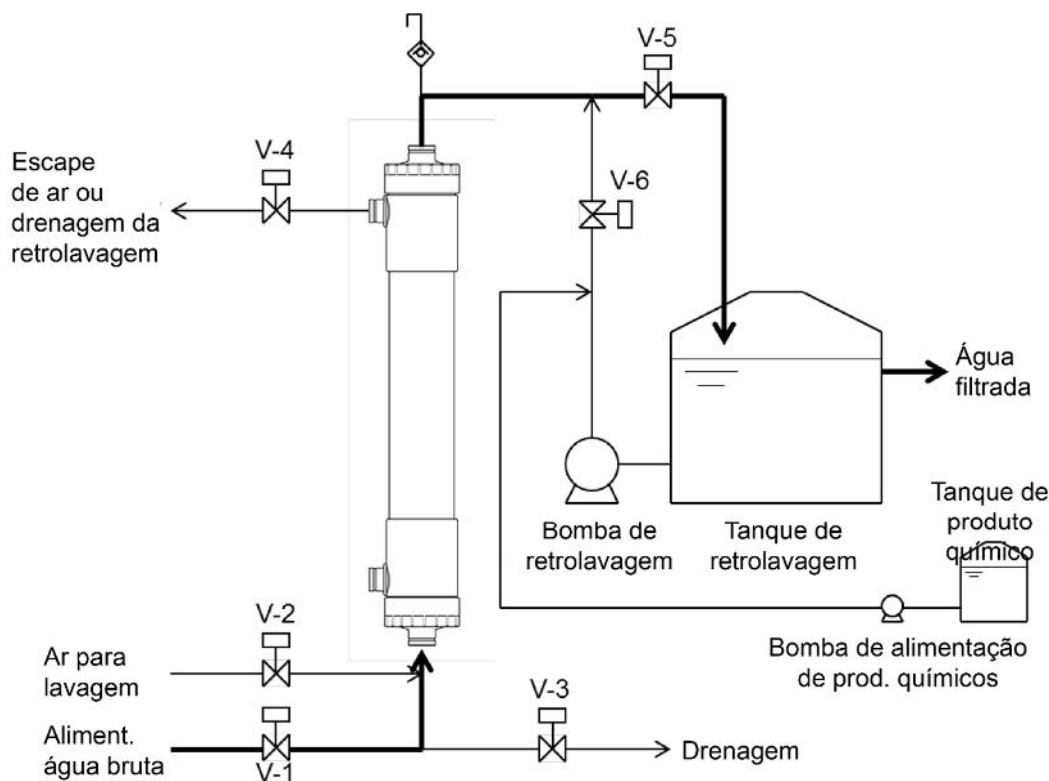

Fig. 4. Exemplo típico de tubulação
5. Conecte a tubulação a cada ponto de conexão do módulo com as juntas tipo carcaça (HFUG-2020AN) (ver Fig. 4). O torque máximo de aperto das juntas tipo carcaça não deve exceder 40 Nm. Ao apertar ou afrouxar as juntas tipo carcaça, mantenha distância suficiente e tenha cuidado para não ferir os dedos ou outras partes do corpo.
- (1) Verifique se todas as tubulações estão conectadas corretamente e drenadas antes da operação. A Fig. 4 ilustra um exemplo típico de tubulação.